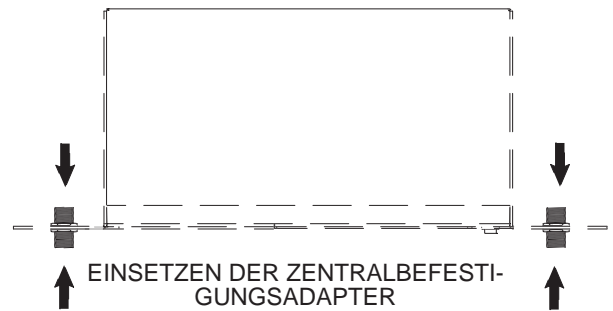

ABBILDUNG 3
1. Die Zentralbefestigungsadapter durch die Öffnungen in jeder Halterung einsetzen und von beiden Seiten mit den mitgelieferten Befestigungsteilen sichern. Siehe Abbildung 3.